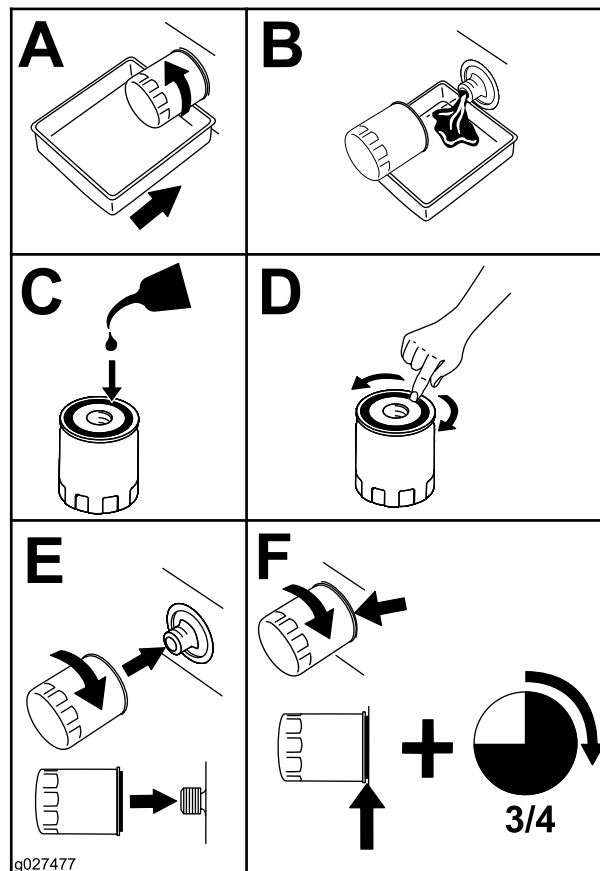

Bild 52
4. Wechseln Sie den Ölfilter wie in Bild 52 gezeigt.